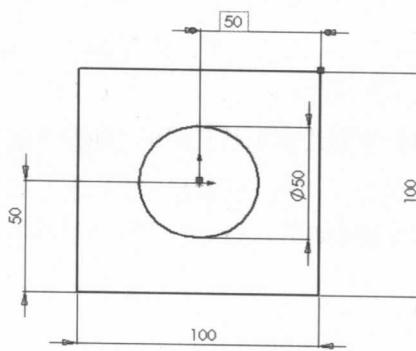

图1.13
(6) 使用相同的方法标注并修改剩下的尺寸，如图1.13所示。一个简单的草图绘制完成，下面以此为基础完成一个三维零件。